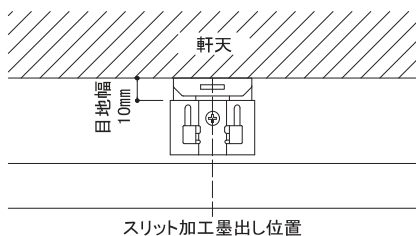

図6 採寸位置(立面図)
- ジョイントカッタにニチハ外装用カッター(FX100A)をセットし、刃出し量を20mm程度、モエン裏面から6.5mmの位置に調節し、スリット加工部用留付金具Ⅱの取り付け位置ごとにスリット加工を施してください。(図6、7参照)